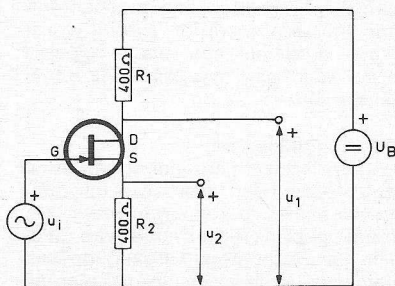
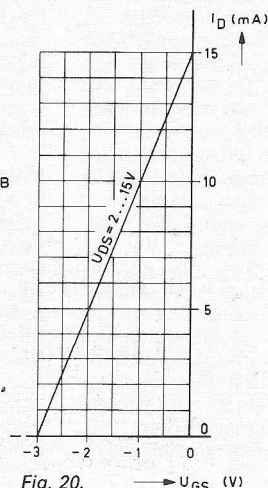

Fig. 19.
Fig. 20.
- Van de veld-effect-transistor in fig. 19 is in fig. 20 de $I_D - U_{GS}$ karakteristiek gegeven. Voorts zijn gegeven: $\hat{u}_i$ (topwaarde) = $0,6 \text{ V}$ en $U_B = +12 \text{ V}$.